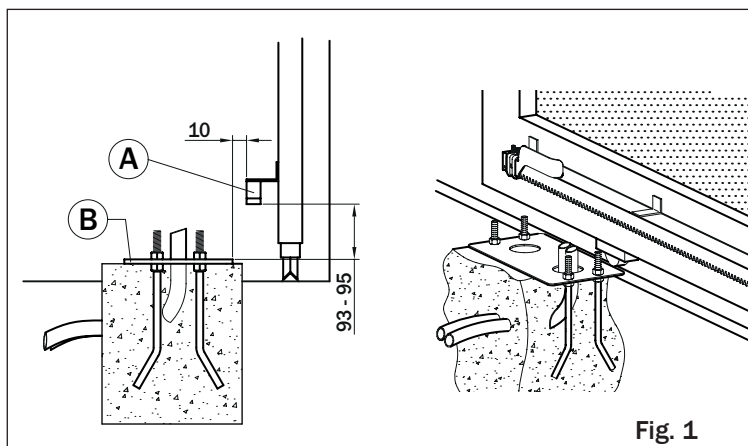

Fig. 1
- Fit the anchor bolts into the 4 holes in the foundation plate and fasten with the 4 nuts as shown in figure 1.
- Die Ankerbolzen in die 4 Löcher der Fundamentplatte einfügen und sie mit den 4 Muttern blockieren, wie in Abbildung 1 gezeigt.
- Introduire les tirants dans les 4 trous de la plaque de fondation et les bloquer avec les 4 écrous, comme indiqué dans la figure 1).